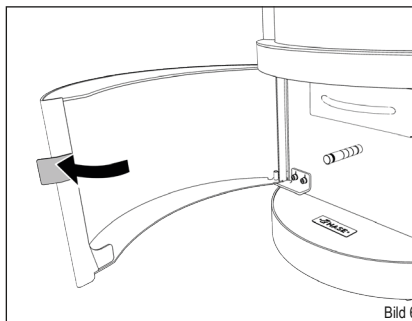

Bild 6
- ▶ Öffnen Sie die Bedienungstür (Bild 6).